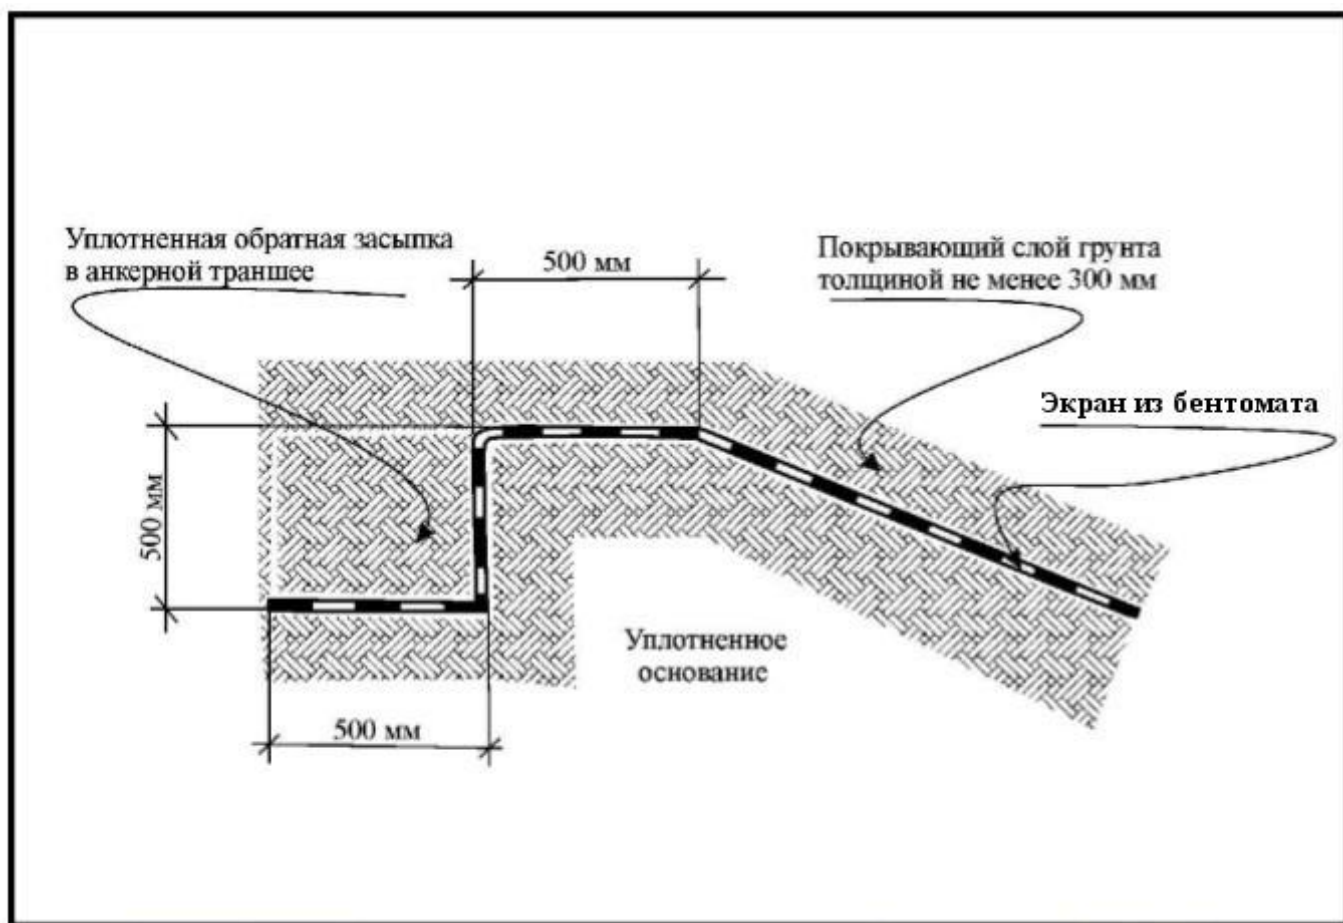

Рис. 1.1. Типичные размеры траншеи для закрепления материала на вершине откоса.
- 5.1. Материал должен быть закреплен на вершинах откосов (Рис. 1.1.). Непосредственно перед укладкой следует снять упаковочную полиэтиленовую пленку. Крепление осуществляется способом укладки конца материала в анкерную траншею, выкопанную по периметру котлована. Материал укладывается темно-серой стороной или слоем пленки вверх.
- 5.3. После укладки материала в траншею должна быть произведена обратная засыпка грунтом с уплотнением для исключения сползания материала по склону. Размер и форма траншеи, условия обратной засыпки должны соответствовать проекту. Типичные размеры показаны на Рис. 1.1.